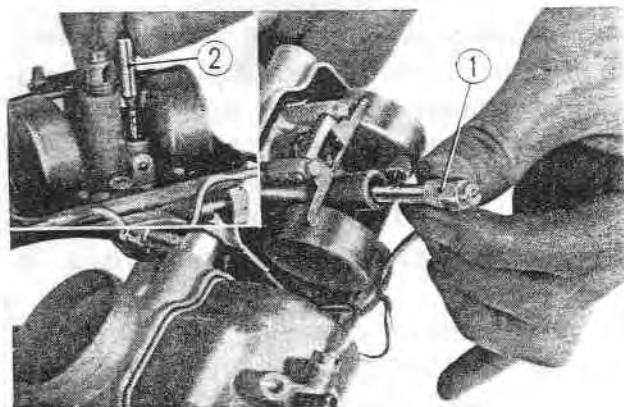

Fig. 6-10 ① Gicleur principal
1. Laver toutes les pièces et sécher complètement à l'air comprimé avant le remontage. Monter le gicleur principal et le gicleur de ralenti à leurs emplacements respectifs. (Fig. 6-10)